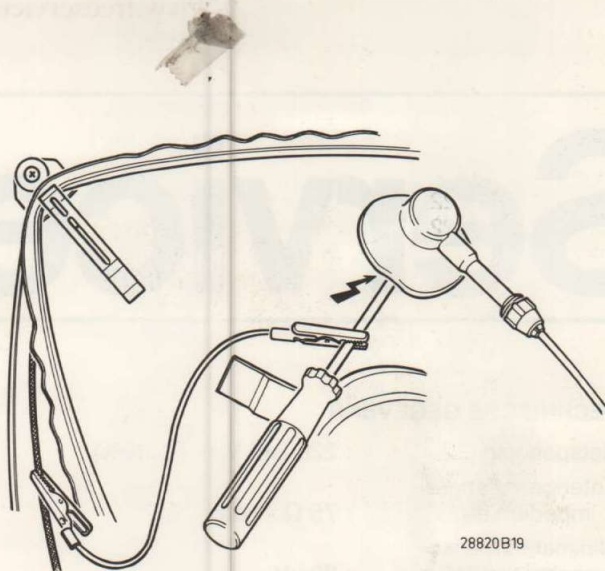

Fig. 2
- d. De helderheidsregeling zodanig instellen dat het niveau van de zwarte balk in het videosignaal op 2,7 V komt te liggen (zie Fig. 2).